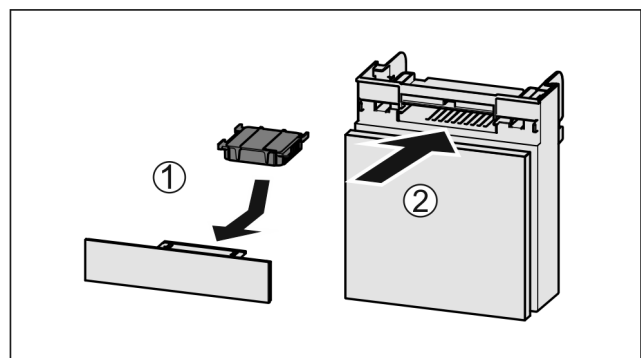

Fig. 89
- ▶ Aktivkohlefilter nach Abbildung einsetzen Fig. 89 (1).
- ▶ Fach einschieben *Fig. 89 (2)*.